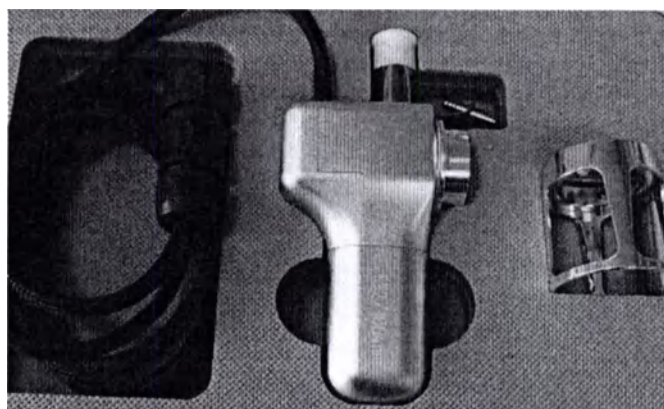

Рис. 3.24 – Кейс для хранения сканирующего манипулятора
3.4.2.4 После завершения работы с Прибором рекомендуется отсоединить сканирующий манипулятор от оптического волокна и закрыть защитными колпачками сканирующий манипулятор и волокно. Сканирующий манипулятор следует положить в кейс (в комплект поставки не входит) для хранения сканирующего манипулятора (рис. 3.24).